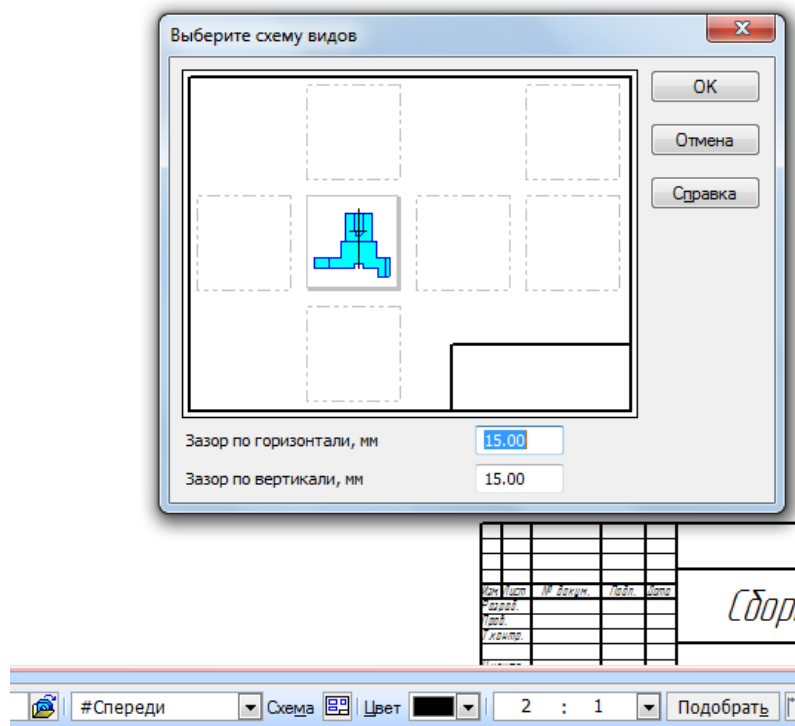

Рисунок 134.
3. На *Инструментальной панели «Ассоциативные виды»* выберите команду «Стандартные виды». Выберите в диалоговом окне «Из файла», если модель не открыта, файл «Сборка». Появится фантомное изображение трех видов. На панели свойств в разделе «Ориентация главного вида» (на рисунке - #Спереди). Щелкнув на кнопке «Схема» удалите все, кроме главного. Поставьте Масштаб – 2:1. Невидимые линии показать. Закрепите положение вида на листе (рисунок 134).